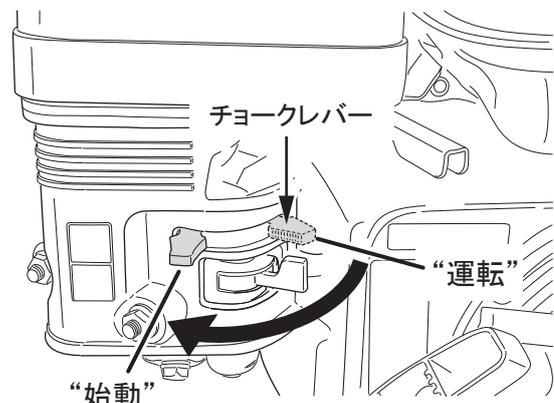

図 12
2. 寒い時やエンジンがかかりにくい場合は、チョークレバーを”始動”の位置にします。エンジンが暖まっている場合は必要ありません。（図12）